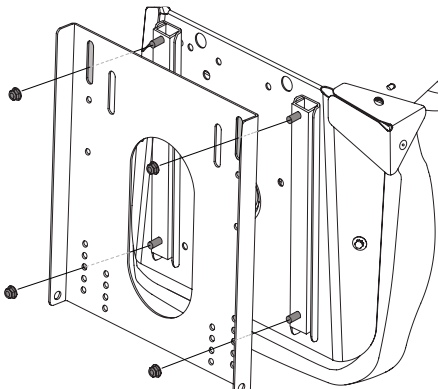

Figura 2-12
- Utilizando los cuatro pernos que se proporcionan (a), instale el asiento en la bandeja del asiento. Coloque los tornillos (b) en la parte delantera del asiento, a través del orificio central de la bandeja del asiento (c), como se muestra en la Figura 2-12. Ajuste el asiento de manera segura a la bandeja del asiento.